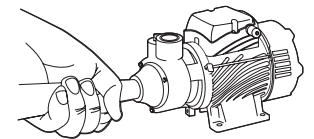

Figura 6.
6. Conecta la tubería al orificio de aspiración (ver Figura 6).